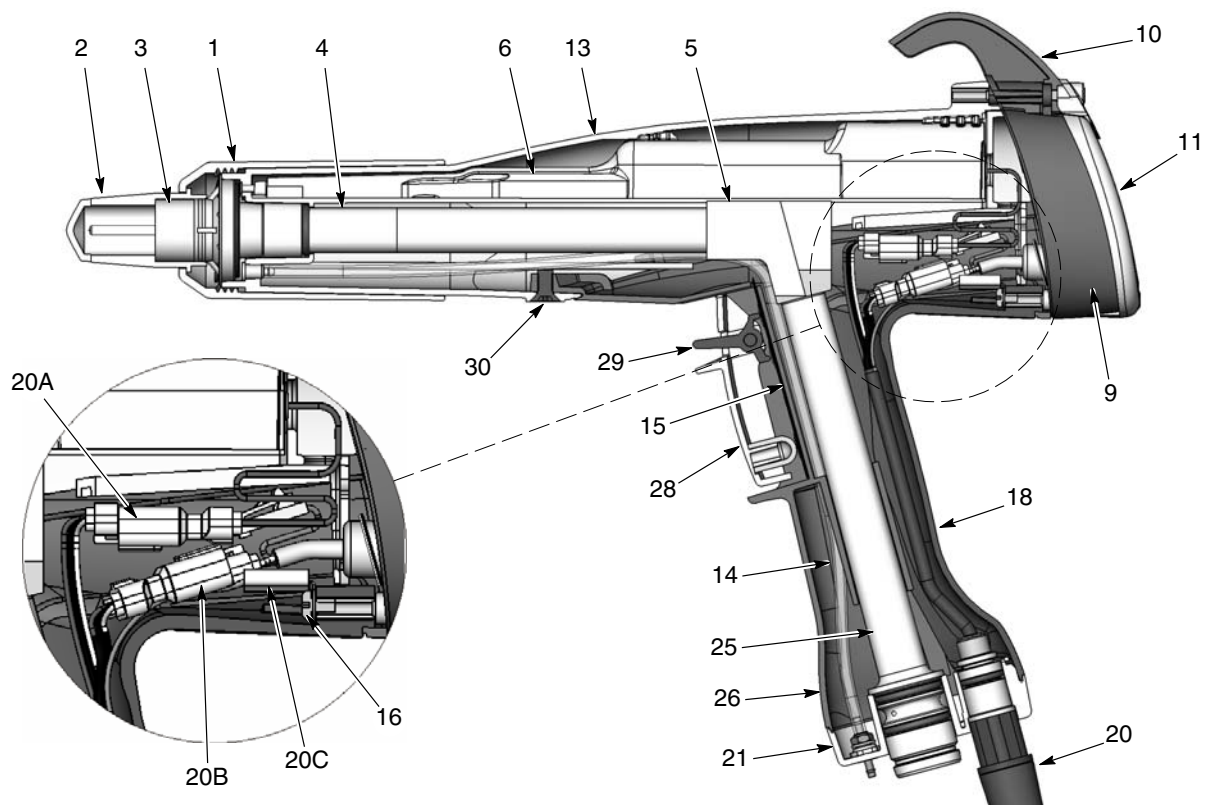

Abb. 6-1 Schnittzeichnung der Sprühpistole (Positionsnummern in diesem Abschnitt entsprechen den Positionsnummern in der Ersatzteilliste)
2. Siehe Abb. 6-1. Düsenmutter losschrauben und Düse und Elektrodenbaugruppe von der Sprühpistole abnehmen.